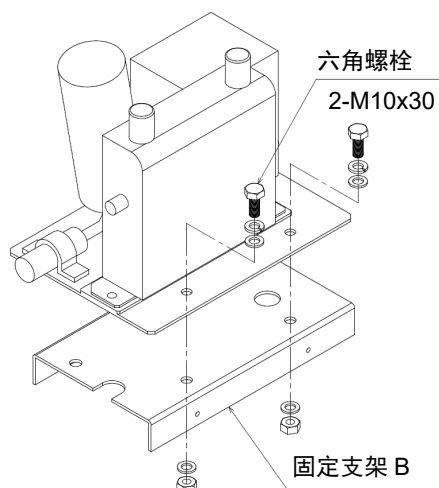

图 1.5 送丝机的安装(步骤 2)
2. 请参阅图1.5将送丝机安装在固定支架B上。安装时, 使用送丝机附属的六角螺栓、垫圈和螺母固定。